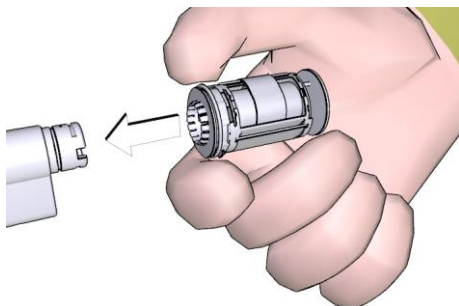

Fig. 32, Toccare il pomolo elettronico soltanto nella flangia metallica
- ▶ Toccare il pomolo elettronico soltanto nella flangia meccanica, come rappresentato nella Fig. 32.